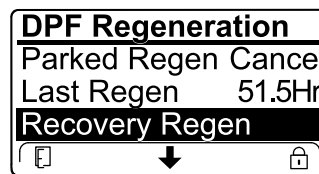

Figura 55
- Se o computador do motor não tiver pedido uma regeneração de recuperação e percorrer a opção REGENERAÇÃO DE RECUPERAÇÃO, a regeneração de recuperação bloqueia e o ícone de bloqueio (Figura 55) surge no canto inferior direito do InfoCenter.